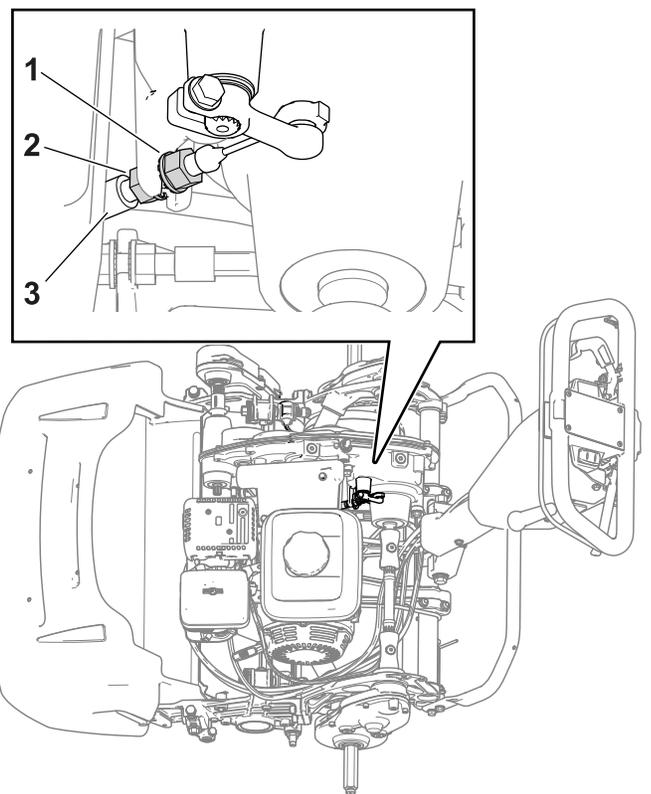

図 37
- ケーブルの張りを強くするには、ケーブルの前ジャムナットをゆるめて後ジャムナットを締める図 37。必要に応じて上記ステップ2を繰り返して再調整する。
- ケーブルの張りをゆるくするには、ケーブルの後ジャムナットをゆるめて前ジャムナットを締める図 37。必要に応じて上記ステップ2を繰り返して再調整する。